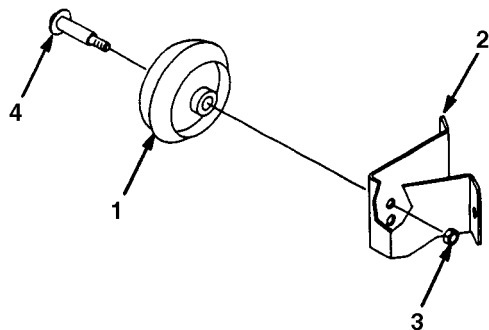

Fig. 7
1. Højden af klippeenhedens hjul ændres ved at fjerne hjulmonteringsbolten og sætte den i et andet hul, end hvor den nu sidder (fig. 7).
2. Brug det øverste hul til laveste klippehøjde og det nederste hul til højeste klippehøjde (fig. 7).